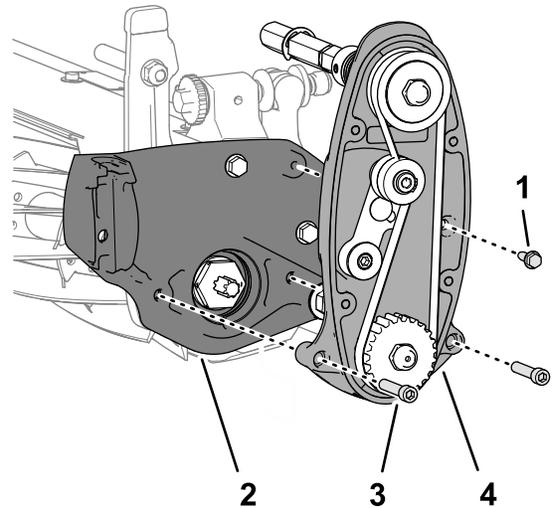

Figure 7
2. Retirez la vis à embase (1/4" x 3/4") qui fixe l'entraînement du cylindre sur la plaque latérale de l'unité de coupe (Figure 7).
3. Retirez les 2 vis à tête creuse (5/16" x 1 1/2") des 2 contre-écrous (retenues dans la plaque latérale) qui fixent l'entraînement de cylindre sur la plaque latérale de l'unité de coupe, et déposez l'entraînement (Figure 7).